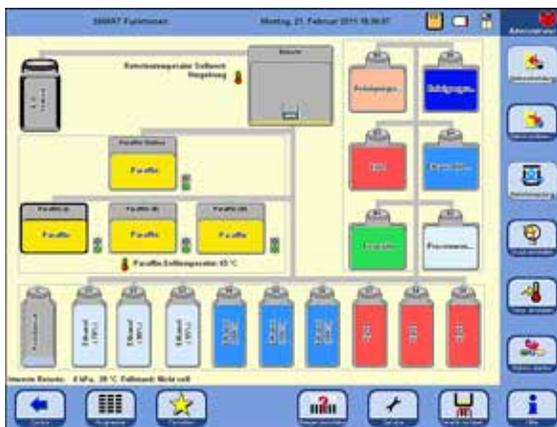

Abb. 181
- Mit der Taste **SMART SCREEN** den Bildschirm **SMART FUNKTIONEN** aufrufen (Abb. 181).